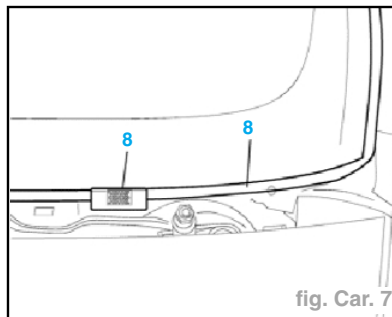

fig. Car. 7
- Déboîter de son logement le joint supérieur de pare-brise (2).
- Comprimer les tétons d'appui du pare-brise (1) (fig. Car. 7).
- Appliquer du ruban adhésif pour protéger les bords de la carrosserie (2).